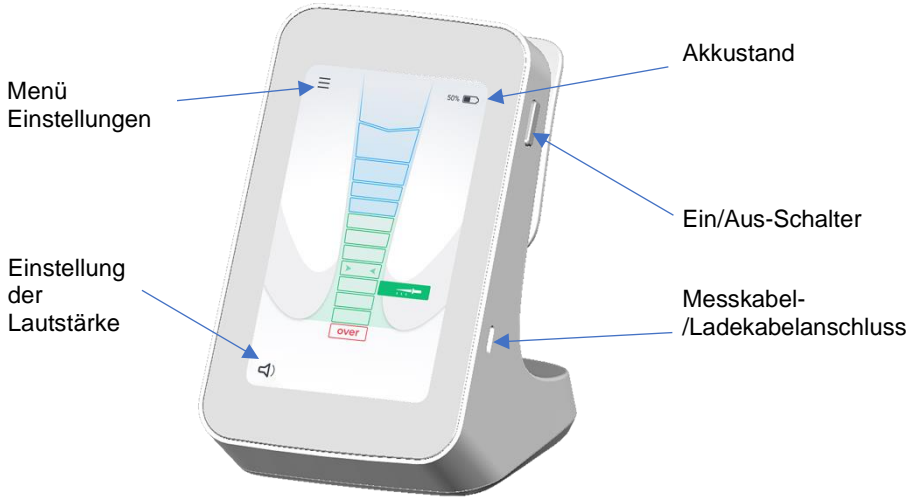

Abbildung 1 Vorderansicht
- Schließen Sie das Ladekabel an den USB-Anschluss des **X-Smart® Apex Locator** auf der rechten Seite des Geräts an. Siehe Abbildung 1